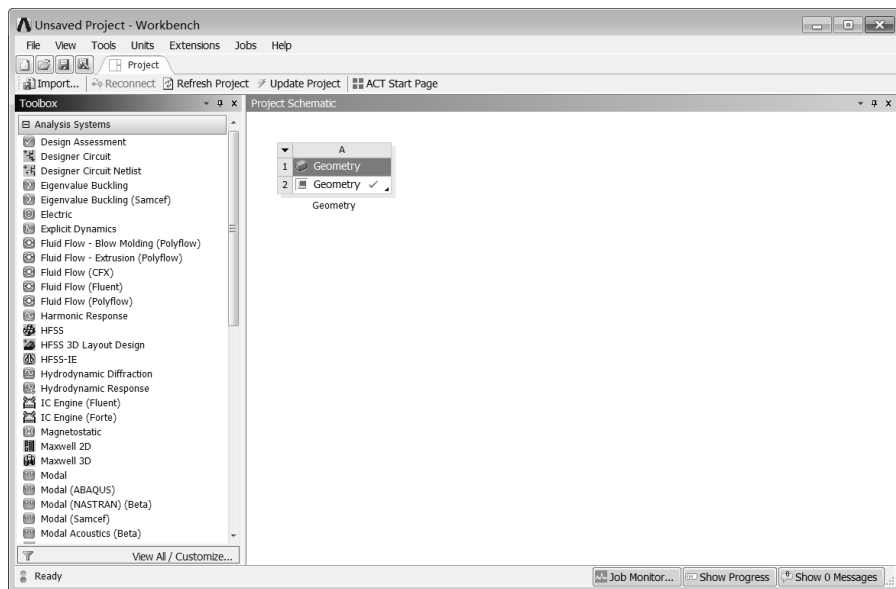

图 11-7 创建项目 A
Step1 : Workbench 软件启动后，自动创建项目 A (Geometry)，如图 11-7 所示。